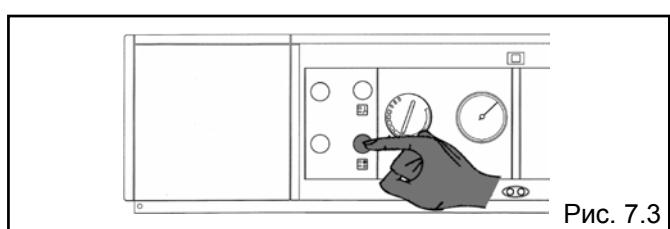

Рис. 7.3
- Установите переключатель «зима/лето» в соответствующее сезону положение (рис. 7.3).